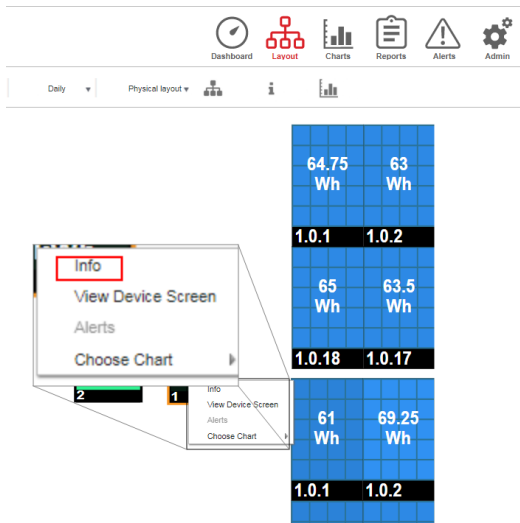
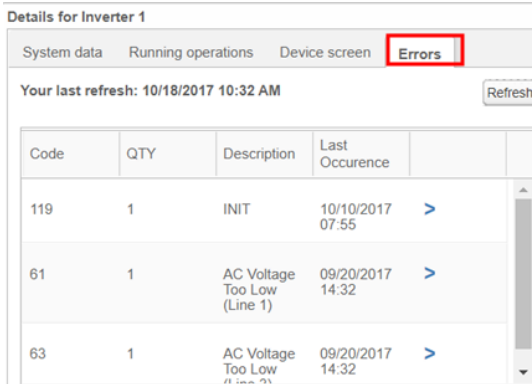

Figura 23: Menu dell'inverter
Figura 24: Dettagli dell'inverter - Elenco degli errori
2. Fare clic con il pulsante destro del mouse sull'inverter e selezionare **Info** dal menu (*Figura 23*). Viene visualizzata la finestra con i dettagli dell'inverter (*Figura 24*).